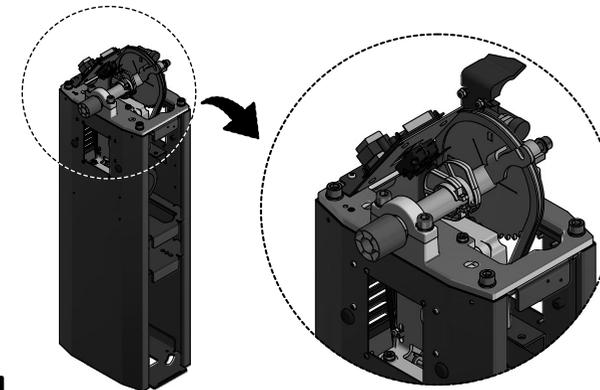

Fig. 21
3.1 - Después gire el conjunto, el mismo deberá seguir el patrón como se muestra la Fig. 21.